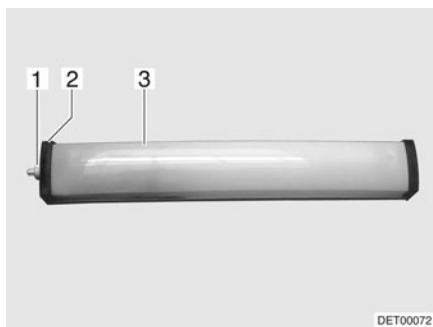

Fig. 204 Luz del habitáculo
- Desatornillar la caperuza (Fig. 204,1).
- Retirar la tapa (Fig. 204,2).
- Comprimir ligeramente la cubierta de la luz (Fig. 204,3) y retirarla.